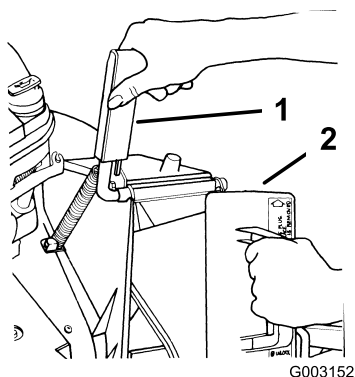

Figura 5
1. Abra la puerta de descarga tirando del tirador hacia adelante y desplazando la puerta hacia atrás (Figura 5). Mientras inserta el tapón, sujete el tirador de la puerta para evitar que el muelle cierre la puerta.
2. Puesto que el tapón es algo más ancho que la abertura del conducto de descarga, gire el tapón ligeramente en el sentido de las agujas del reloj al insertarlo (Figura 5).